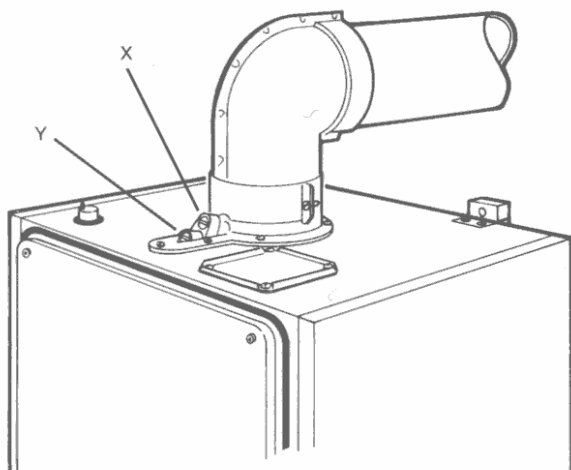

Fig. 18:
- Rimuovere i tappi filettati dalle prese di misurazione (vedi Fig. 18).